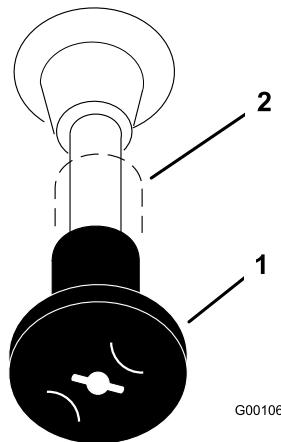

Figure 12
4. Placez la manette de starter en position **ouverte** pour démarrer à froid (Figure 12).
7. Lorsque le moteur a démarré, amenez progressivement la manette de starter en position hors service (Figure 12). Si le moteur cale ou hésite, tirez à nouveau sur la manette de starter pendant quelques secondes, puis repoussez-la à la position voulue. Répétez l'opération si nécessaire.